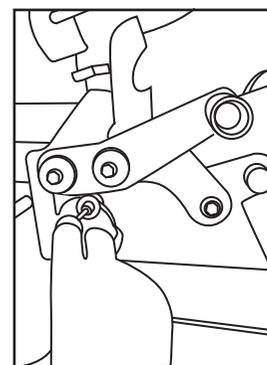

Fig 1
2. Fija la palanca de bloqueo del mástil (9) y usando los botones de control manual ubicados en el panel de control principal (4), eleva el mástil principal.
3. Libera la palanca de bloqueo del mástil (9) y asegúrate de que está bien fija en el mástil.
7. Inserta la clavija del collarín a través del collarín y de la matriz con el orificio para clavija auxiliar hacia afuera (Fig 1)